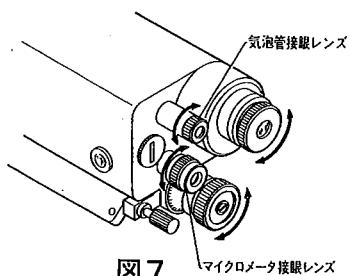

図7
- 望遠鏡接眼レンズ⑪をのぞきながら十字線が明瞭に見えるように接眼レンズを回し自分の目に合わせます。(図7)
- 気泡管接眼レンズ⑬及びマイクロメーター接眼レンズ⑭ものぞきながら回し、それぞれの像が明瞭に見えるように合わせます。
- 照準器によって観準方向を観準し、合焦つまみ⑫を回転させて標尺にピントを合わせます。次に固定ねじ④を締めて微動ねじ⑤で正確に標尺を観準します。
4. 図7に示す気泡管接眼レンズ⑬から気泡を観測します。